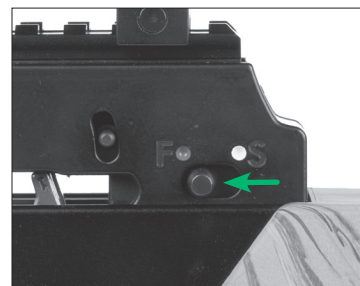

FIGURE 11
La sûreté est dégagée et l'arbalète est prête à être armée quand le cran de sûreté est passé de la position (S) (ENCLANCHÉE), sous le point blanc, à la position (F) (DÉGAGÉE), sous le point rouge, comme illustré à la figure 11.
L'arbalète pointant dans une direction sûre et chargée d'une flèche, faites glisser le cran de sûreté (partie 2) vers l'avant jusqu'à ce que vous entendiez et sentiez le dé clic du cran. La sûreté est dé gagée et l'arbalète est prête à être armée ou à tirer quand le cran de sûreté est passé de la position (S) (ENCLENCHÉE), sous le point blanc, à la position (F) (DÉGAGÉE), sous le point rouge, comme illustré à la figure 11 de la page 4.